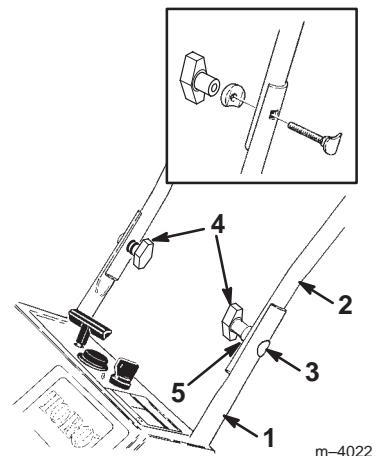

Figure 3
1. Loger les bouts du mancheron supérieur dans les creux de la face intérieure du mancheron inférieur, et aligner les trous (Fig. 3). Veiller à ce que la barre de commande se trouve au-dessus du mancheron, pas en dessous.
2. Fixer le mancheron supérieur au mancheron inférieur à l'aide des boulons à tête ovale, rondelles bombées et boutons (Fig. 3).
**Remarque :** Veiller à orienter correctement les boulons à tête ovale et les rondelles bombées (voir le détail de la Figure 3).